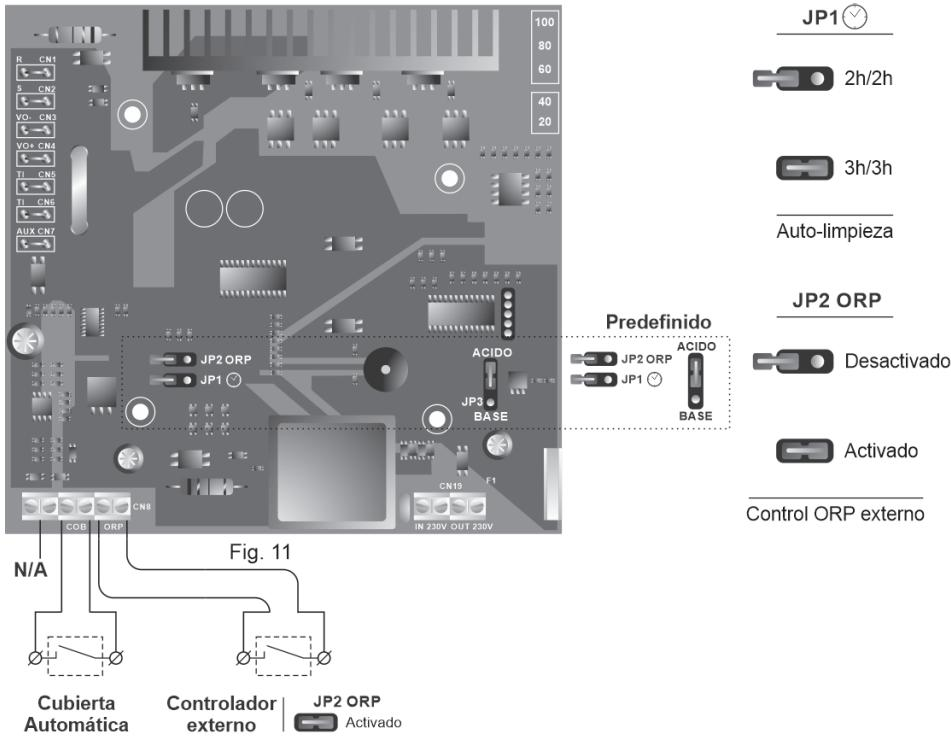

Fig. 11
- **Sistema de AUTOLIMPIEZA DE ELECTRODOS:** la frecuencia de inversión se puede seleccionar mediante el jumper “JP1” situado en la placa del control del sistema (Fig. 11). Esta configuración se hará efectiva cuando el equipo se desconecte y se vuelva a conectar.